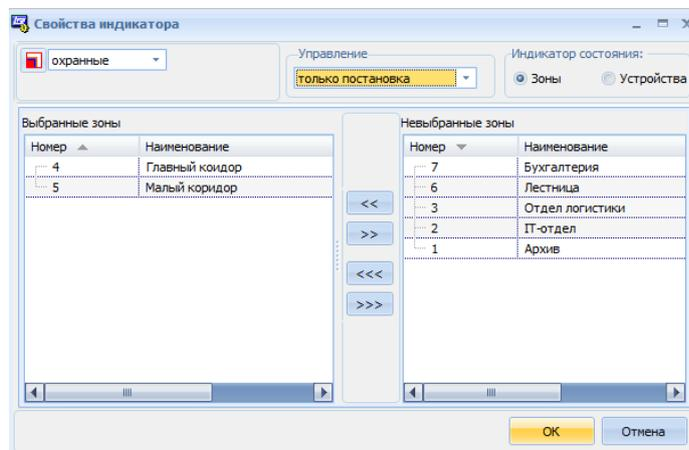

Рис.11 Окно **Свойства индикатора**, Зоны
4. В открывшемся окне **Свойства индикатора** выбрать, что будет привязано к данному индикатору зоны или устройства, простановкой значка выбора в правом верхнем поле (Рис. 11),